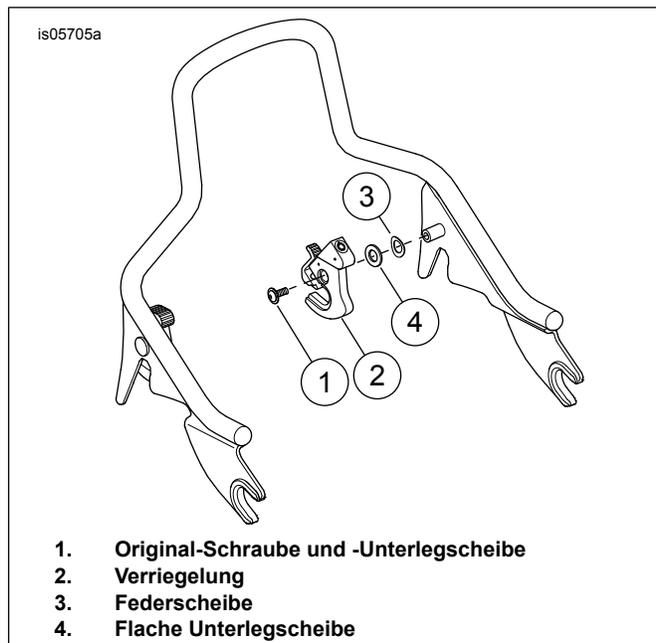

Abbildung 6. Einbau innen links
Soziusbügelsatz	Siehe Abbildung 6, Einbau innen links
2. Siehe Abbildung 6 . Die Federscheibe (3) auf der linken Befestigungsnahe anbringen.
3. Die flache Unterlegscheibe (4) aus dem Satz auf der Befestigungsnahe einbauen.
5. Die Original-Schraube und -Unterlegscheibe (1) einbauen.